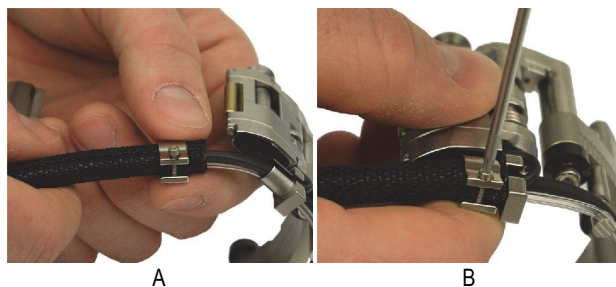

Figura 2-3 Installazione della fascetta di bloccaggio della guaina di protezione
3. Installare la fascetta di bloccaggio della guaina di protezione come segue (vedere Figura 2-3 a pagina 35):